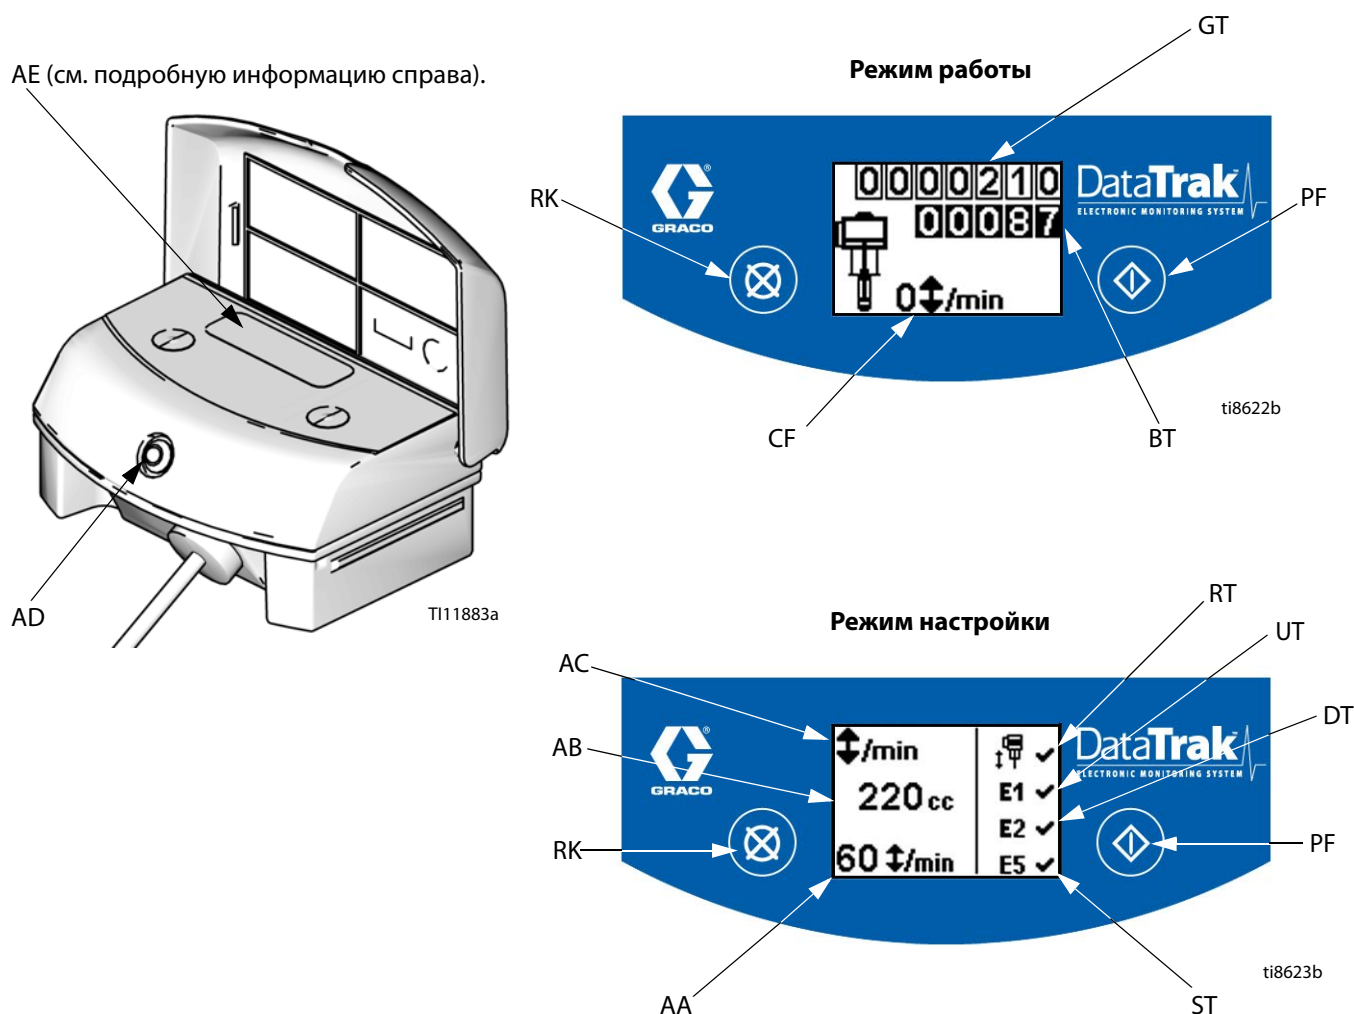

Рис. 7. Элементы управления и индикаторы модуля DataTrak
## Условные обозначения для Рис. 7
1. См. Рис. 7. Нажмите и удерживайте кнопку  в течение 5 секунд до появления меню настройки.
**ПРИМЕЧАНИЕ:** Во время разгона опции ошибки E1, E2 и E5 разрешены, и на экране настройки появится знак . См. Рис. 7.
1. См. Рис. 7. В случае разгона насоса активируется защитный соленоид и насос останавливается. Светодиод (AD) начинает мигать, а на дисплее (AE) указывается состояние разгона (Таблица 1). На дисплее будут циклически повторяться шесть сообщений с инструкциями.
2. Экраны разгона 1 и 2: для возврата соленоида защиты от выхода из-под контроля в исходное состояние закройте главный пневмораспределитель (E). Подождите, пока воздух полностью не выйдет из пневматического двигателя.
3. Экраны разгона 3 и 4: когда воздух выйдет, нажмите кнопку выключения соленоида (J), чтобы вернуть пневмораспределитель в исходное состояние. Кнопка снова отобразится на экране после восстановления давления в пневмоклапане.
5. Откройте главный воздушный клапан (E) для перезапуска насоса.
**ПРИМЕЧАНИЕ:** Для отключения мониторинга разгона необходимо перейти в режим настройки и задать для разгона значение 0 или выключить переключатель (RT)  (см. Рис. 7).
- См. Рис. 7. Для перехода в режим заправки/промывки нажмите любую кнопку, чтобы включился дисплей, а затем нажмите . На дисплее отобразится символ заправки/промывки и светодиод начнет мигать
- В режиме заправки/промывки защита от разгона деактивирована, а счетчик всех выполненных работ (BT) не выполняет подсчет. Суммирующее устройство общего объема (GT) продолжает выполнять подсчет.
См. Рис. 7. Последняя цифра на счетчике всех выполненных работ (BT) означает десятые доли галлона или литра. Чтобы обнулить счетчик, нажмите любую кнопку для включения дисплея, а затем нажмите и удерживайте  в течение 3 секунд.
См. Рис. 7. Дисплей (AE) выключится через одну минуту бездействия в рабочем режиме или через три минуты — в режиме настройки. Для включения дисплея нажмите любую кнопку.
**ПРИМЕЧАНИЕ:** Дисплей (AE) может выключиться, если модуль DataTrak подвергнется воздействию сильного электростатического разряда. Для включения дисплея нажмите любую кнопку.
Модуль DataTrak может диагностировать некоторые проблемы в работе насоса. Если монитор обнаружит проблему, то светодиодный индикатор (AD, Рис. 7) начнет мигать и на дисплее отобразится код диагностики. См. Таблица 1.